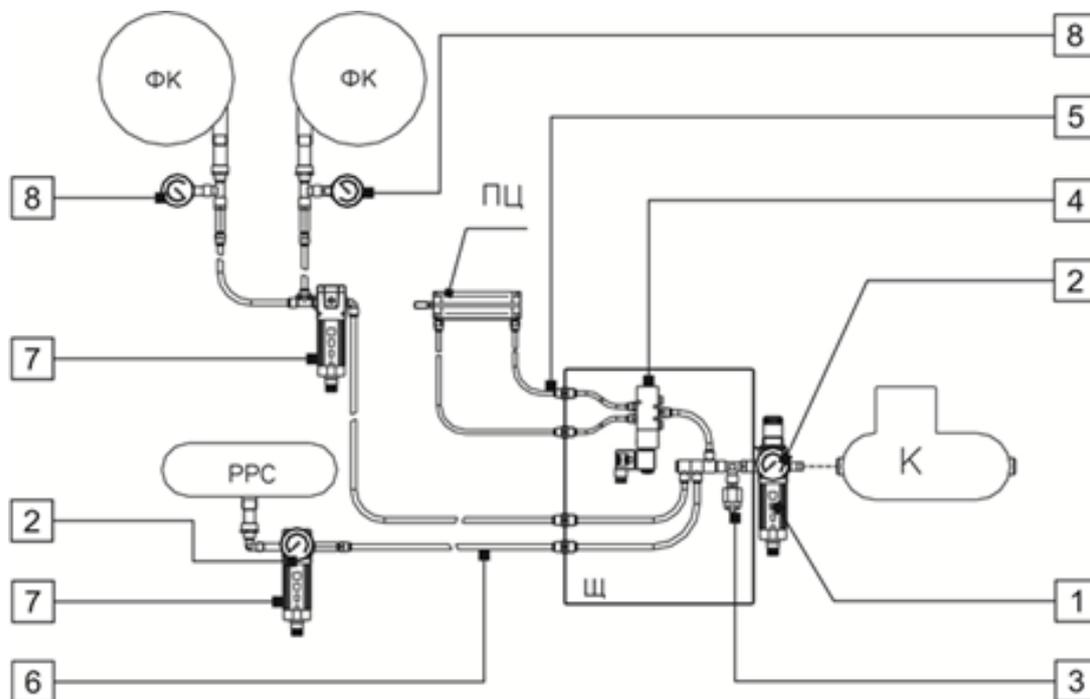

Рис. 17
1.4.15. НАПРАВЛЯЮЩИЕ И РЕГУЛИРУЮЩИЕ ПНЕВМАТИЧЕСКИЕ КОМПОНЕНТЫ (для модификаций «АВТОМОЛ – 6050 М19» и «АВТОМОЛ АКТИВИСТ – 6050 М19») обеспечивают функционирование системы регенерации сита рассеивателя, а также кассетных фильтров фильтровального агрегата. Направляющие и регулирующие пневматические компоненты компактно размещены в отдельном шкафу. Сигналы, управляющие работой пневматических компонентов, согласно программы цикла, поступают от выносного электрического пульта с блоком автоматического управления БАУ «МИКРОН». Направляющие и регулирующие пневматические компоненты (Рис. 17) включают в себя: фильтр-регулятор MD1-FR0000-1/4 (1), манометр M053-P10 (2), реле давления PM11-NA (3), электропневматический распределитель 358-015-02-U7H (4), трубки HTR 6/4 (5), трубки HTR 12/10 (6), фильтр MD1-F000-1/4 (7), манометр M053-P12 (8).